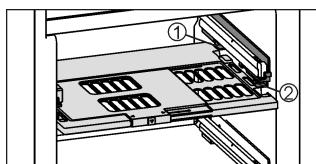

Fig. 17
- ▶ Установка пластины регулировки влажности: попречные ребра крышки на пластине вставить через низ в задний держатель Fig. 17 (1) и защелкнуть спереди на держателе Fig. 17 (2).